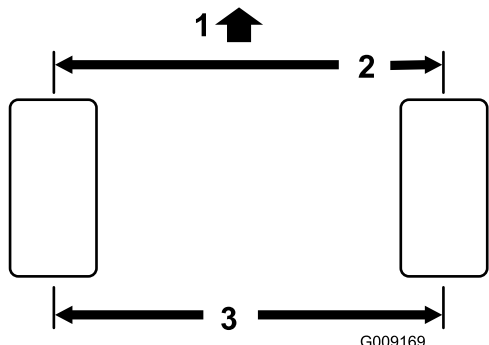

图 73
2. 测量前、后转向轮胎中心到中心轮轴高度的距离 (图 73)。